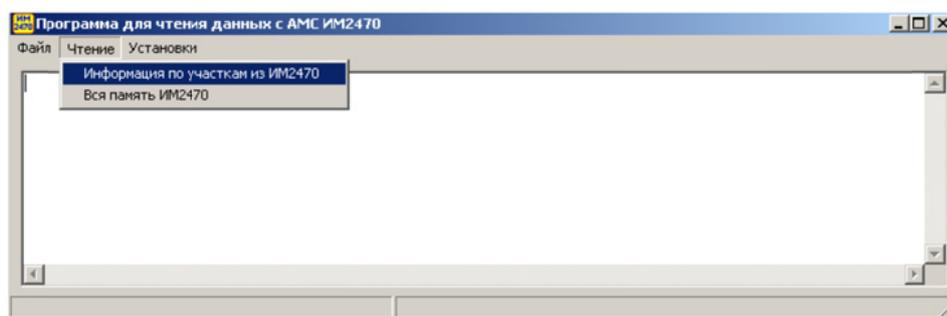
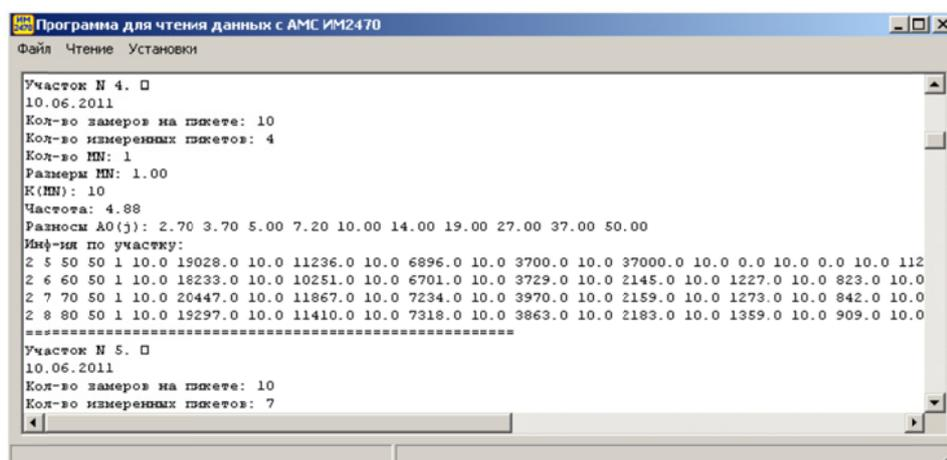

Рис. 2.2. Чтение данных из измерителя *АМС-1* с помощью утилиты *IM270Reading*
Рис. 2.3. Результаты чтения данных из измерителя *АМС-1*
- выберите пункт меню *Чтение*→*Информация* по участкам (рис. 2.2); данные из памяти прибора будут считаны, их можно будет просмотреть в текстовом виде прямо в окне утилиты (рис. 2.3);